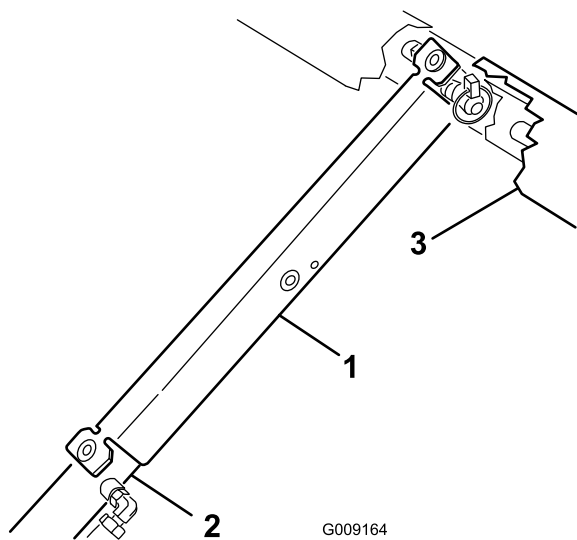

Figura 12
9. Împingeți suportul pentru platformă pe tija cilindrului, asigurându-vă că proeminențele de la capătul suportului se sprijină pe capătul tamburului cilindrului i pe capătul tije cilindrului (Figura 12).